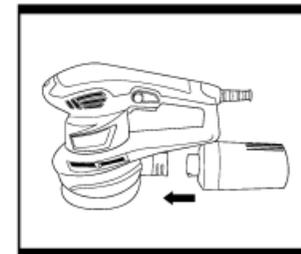

Fig. 5
5. BOITIER DE RECUPERATION DES POUSSIÈRES (Fig. 5)